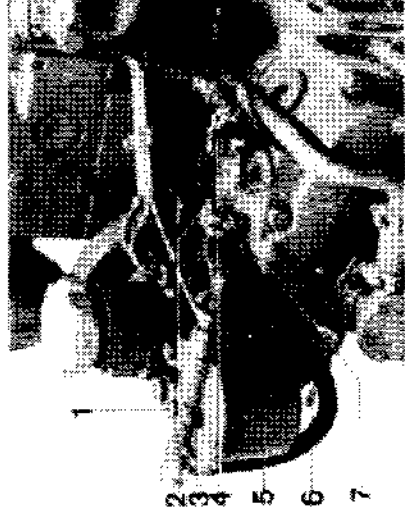

Fig. 23
Byte av finfilter skall göras var 100:e driftstimme, eller minst en gång per säsong. Rengör hela filterhuset (se fig. 23) noga utvändigt. Demontera centrumskraven på locket och tag ned behållare och filter. Rengör behållaren noga invändigt. Kontrollera att packningarna är hela. Montera ett nytt filter. Lufta bränslesystemet (se punkt 10).
1. Öppna luftningskruven på finfiltret, fig. 23.